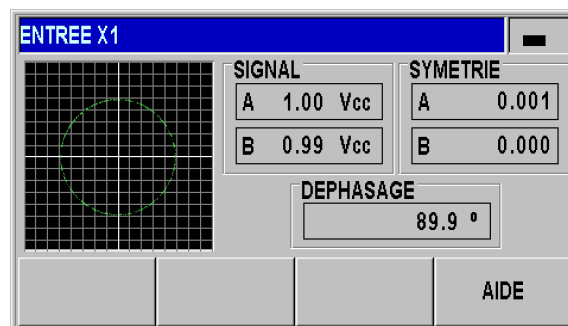

Abb. II.49 Test de système de mesure : interface 1 Vcc
- ▶ Dès que vous déplacez le système de mesure, le ND affiche graphiquement les signaux des canaux A et B sur une figure de Lissajous (voir Abb. II.49) ainsi que les valeurs d'amplitude, de symétrie et de l'angle de phase.